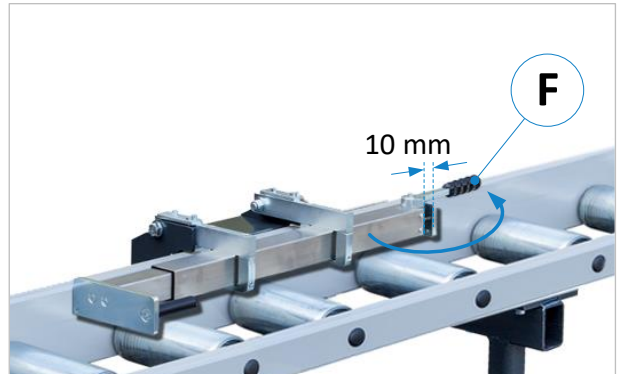

Abbildung 20: Hebel für Freistellhub (Option SZ 05)
- **Option SZ 05:** Vor Schnittauslösung den 10 mm Freistellhub durch Schwenken des Exzenterhebels (F) nach hinten herstellen (siehe ⇨ Abbildung 20).
- **Standard:** Mit dem Handgriff (G) kann der Anschlag an beliebiger Position nach oben weggeklappt werden.